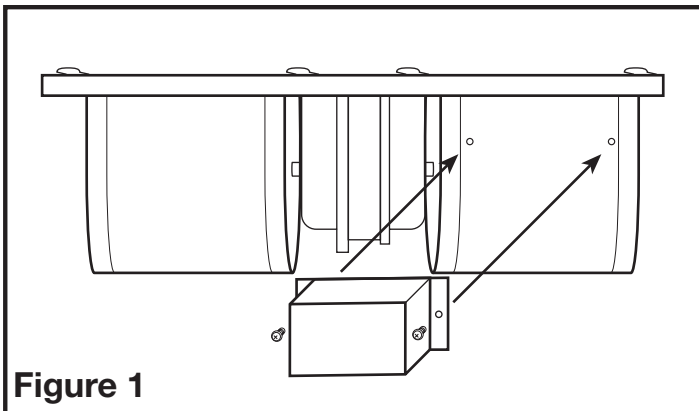

Figure 1
- Placez la couverture du condensateur au-dessus des deux trous dans le logement du ventilateur et attachez en utilisant les deux vis #6 fournies (**Figure 1**).